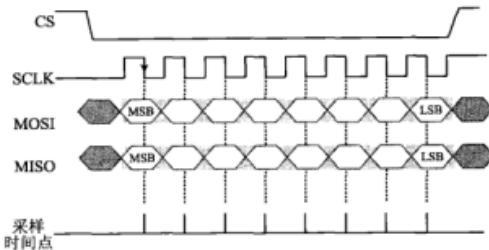

图 5.14.5 CPOL=0,CPHA=1
c) CPOL=0,CPHA=1 的情况如图 5.14.5 所示。
如图 5.14.5 所示,初始时刻 SPI 接口处于空闲状态,SLCK 线保持在低电平状态。当 CS 跳变至低电平之后,开始数据传输。可以看到,数据在 SLCK 线的一个脉冲周期中的第 2 个边沿(此处是负跳变)得到传输。总结起来就是,当 CPOL=0 且 CPHA=1 时,SLCK 呈现正脉